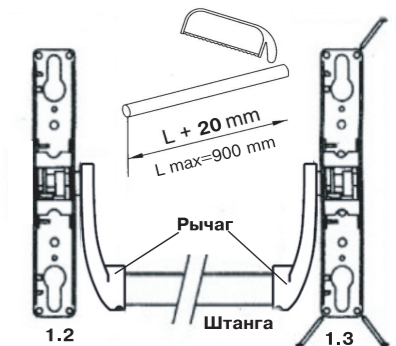

Рис.6
Измерьте расстояние (L) между рычагами (Рис.6), прибавьте к длине L 20 мм (заход в рычаги), отметьте это расстояние на штанге и отрежьте.